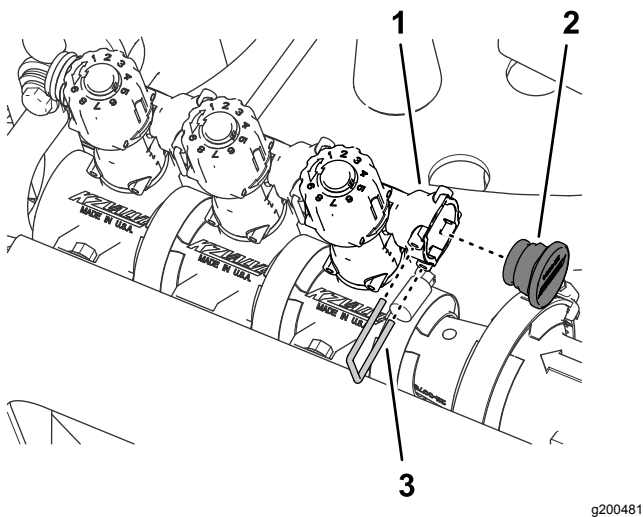

图67
8. 将柱塞插入旁通阀的快速连接槽内 图67。
9. 使用在步骤 3 中卸下的卡环将栓塞固定到快速连接槽图67。